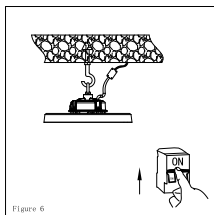

Figure 6
6. Accendere la corrente per assicurarsi che il prodotto funzioni. (fig.6)
6. Open the power to make sure if the product can be lighten. (fig.6)